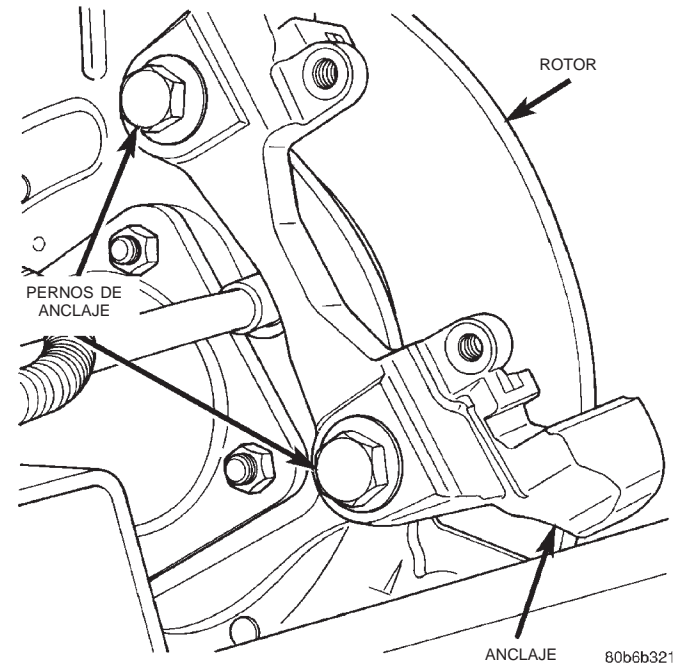

Fig. 42 Pernos de anclaje del calibrador
- (1) Eleve y apoye el vehículo.
- (2) Retire el conjunto de rueda y neumático.
- (3) Retire los pernos de anclaje del calibrador (Fig. 42).